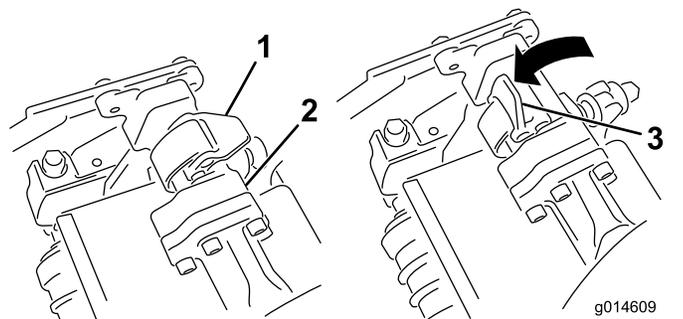

図 52
4. サスペンションアームのバーについてのラッチを上向き開いた状態にして **図 52**、サスペンションアームを押し下げて、バーを、カッピングユニットのバーの上に被せるようにする **図 53**。
- ラッチを下げて閉じるとカッピングユニットのバーがロックされてユニットがアームにセットされる 図 52。
5. 取り外したいCuttingユニットのサスペンションアームのバーについているラッチを開く 図 52。